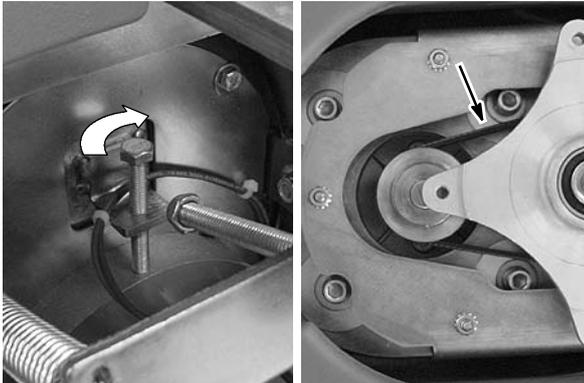

РИС. 15
4. Поворачивайте болт натяжения по часовой стрелке, пока отклонение средней точки ремня при воздействии силой 4,5 кг не будет составлять 6 мм (Рисунок 15).